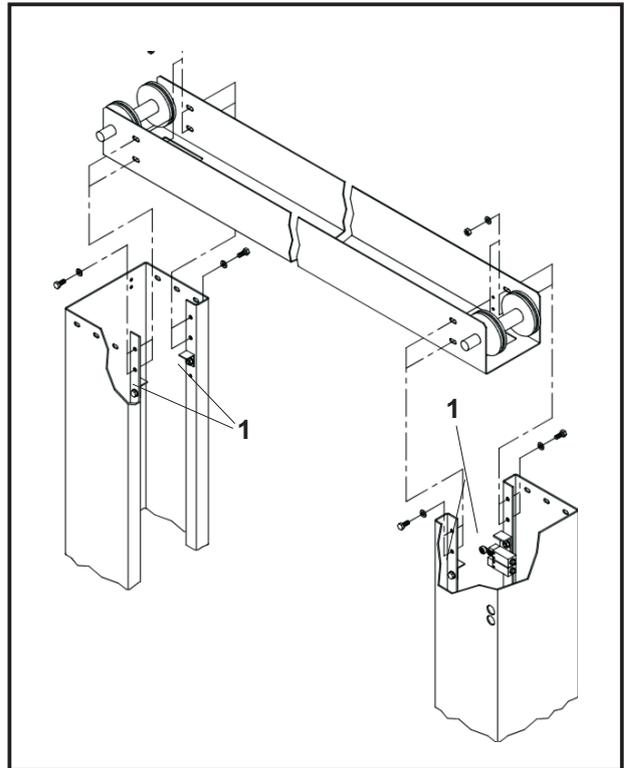

Fig. 40
11 - Prendere il gruppo, imbragandolo con il mezzo di sollevamento, posizionarlo sugli appositi appoggi (Rif.1 Fig.40) alla sommità delle colonne e fissarlo con le 8 viti TE M10x25 con dado esagonale e due rondelle piane.
11 - Sling this group with the lifting unit, place it on its supports (ref.1, fig.40) on top of the posts and fix it with the 8 G8.8 screws 10x25 with hex. nut and flat washers.